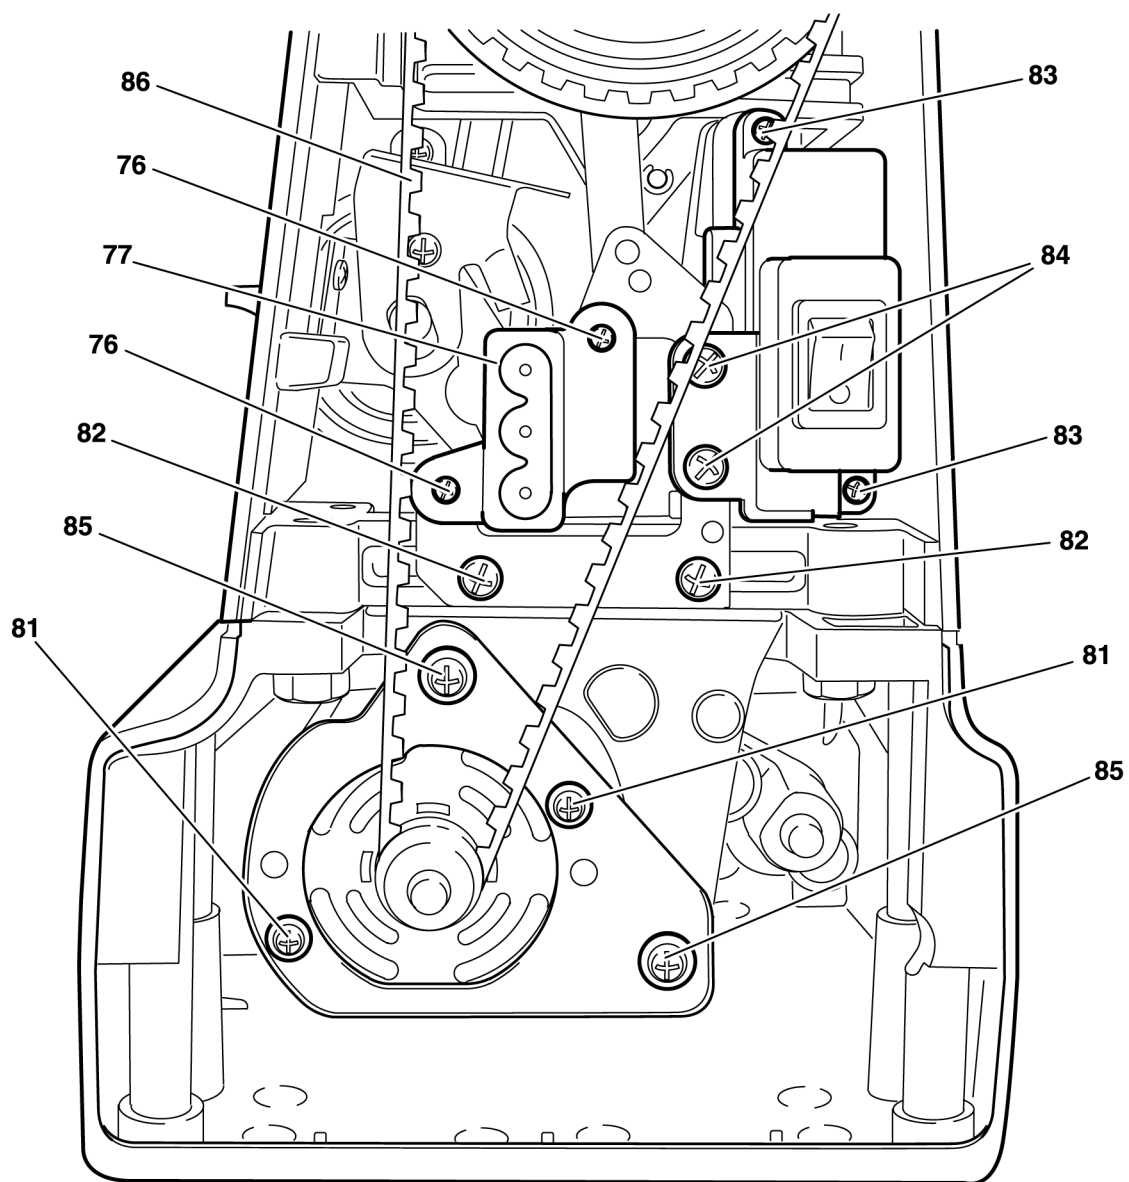

Рис. 28
- Снять зубчатый ремень 86 (рис. 28).
- Снять крышку штекера 78 (рис. 28а).
- Выкрутить два винта под крестовую отвертку 84 на сетевом выключателе (рис. 28).
- Открутить две гайки 79 и 80 гаечным ключом размером 5,5 мм (рис. 28а).
- Выкрутить два винта под крестовую отвертку 81 (рис. 28).
- Два кабельных зажима одеть на штифты и зафиксировать двумя гайками 79 и 80 (рис. 28а).
- Установить двигатель и закрепить его двумя винтами под крестовую отвертку 81 (рис. 28).
Рис. 28а